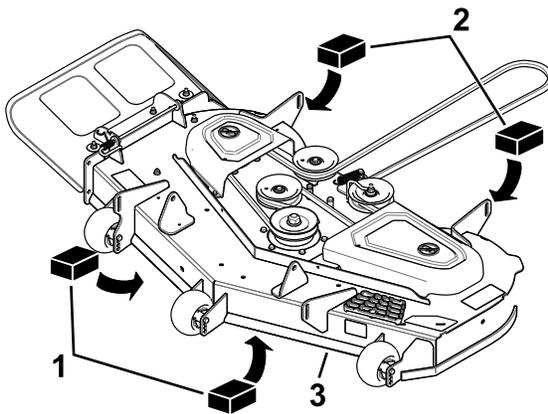

Figura 62
3. Coloque dos bloques de 6.6 cm (2⁵/₈" de grosor debajo de cada lado del borde delantero de la carcasa, pero no debajo de los soportes de los rodillos protectores del césped (Figura 62).
4. Coloque dos bloques de 7.3 cm (2⁷/₈" de grosor debajo del borde trasero del faldón de la carcasa de corte, uno en cada lado de la carcasa de corte (Figura 62).